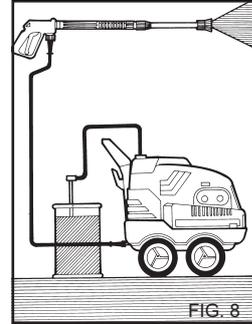

FIG. 8
4) Промойте аппарат от остатков моющих средств (рис.8). Для этого вставьте шланг подачи моющих средств в емкость с чистой водой и запустите мойку на 1 минуту, установив насадку в положение подачи моющего средства.